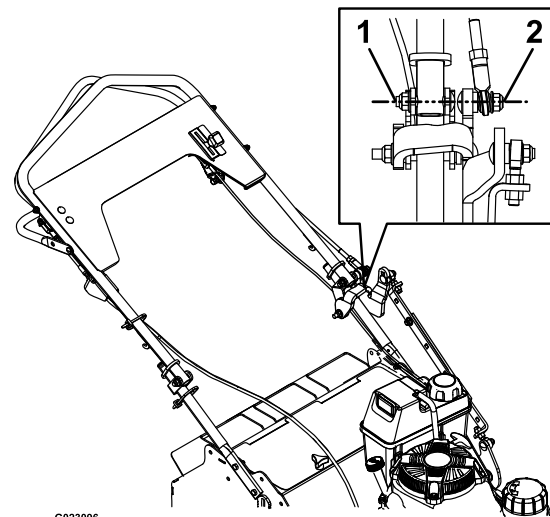

Figure 19
3. Le boulon de rotule inférieure sur la biellette supérieure doit être aligné sur le boulon de pivot du guidon (Figure 19). Si ce n'est pas le cas, desserrez les contre-écrous sur les rotules au bout des barrettes de biellette, faites les réglages nécessaires, puis resserrez les contre-écrous. Veillez à régler les rotules supérieure et inférieure de manière identique.